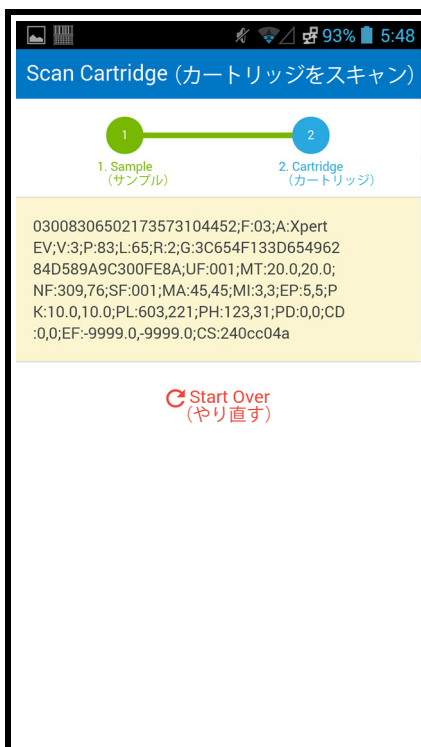

図 5-196. Cepheid Link のスキャンされたカートリッジの情報画面
- スキャナボタン（バーコードスキャナのどちらかの側に位置する）を押してカートリッジのバーコードをスキャンします。カートリッジのバーコードが正常にスキャンされた後に、Cepheid Link によりカートリッジとサンプルは組み合わされます。スキャナに、スキャンしたカートリッジの情報が瞬時的に表示されます（図 5-196 を参照）。カートリッジとサンプルの組み合わせが成功した場合、成功画面（マークのある緑色の画面）が、ごく短時間表示されます（図 5-192 を参照）。